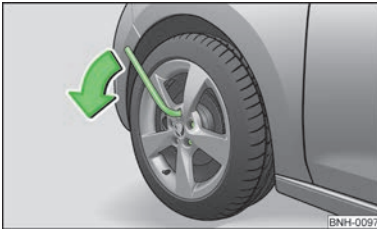

Abb. 112
- Am Schlüsselende fassen und die Schraube etwa **eine** Umdrehung nach links drehen » Abb. 112.